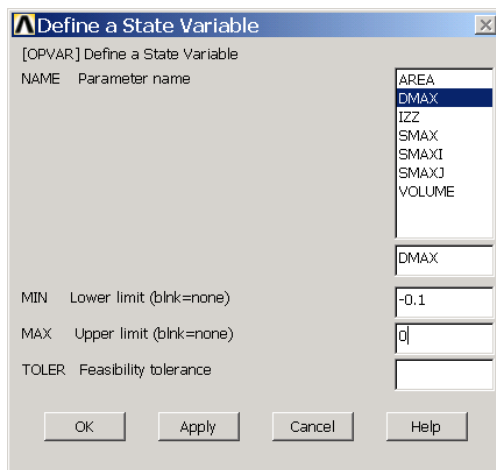

图12.11 定义状态变量DMAX
(5) 单击【State Variables】对话框中的 **Add...** 按钮，弹出如图 12.11 所示的【Define a State Variable】对话框。在【Parameter name】列表框中选择截面宽度【DMAX】，然后在【Lower limit】文本框中输入下限【-0.1】，在【Upper limit】文本框中输入上限【0】，单击【APPLY】按钮。